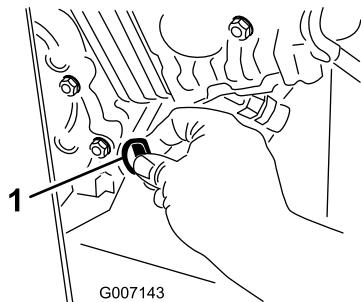

Figura 54
6. Retire la varilla (Figura 54) y vierta aceite lentamente en el orificio de llenado hasta que salga aceite del orificio.